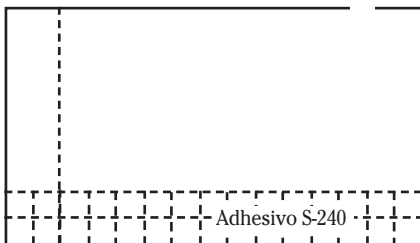

Fig. 2
1. Aplique el adhesivo S-240 en bandas de dos o tres pies (Fig. 2). No aplique más adhesivo que el que puede cubrir en 20 minutos. Permitir un tiempo de exposición al aire de diez minutos y ajustar la baldosa del borde apretadamente reduce el desplazamiento de las baldosas y el rezumado del adhesivo. No permita que el adhesivo seque completamente.